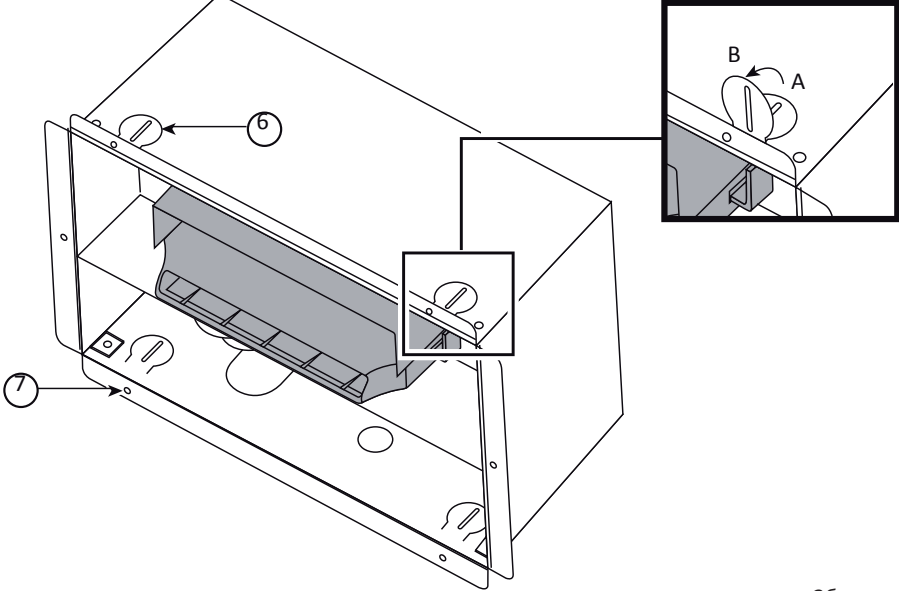

Рис. 5
- Place the steam blower in the hole and secure it by bending the securing tab (Fig. 5) and fastening the 6 screws supplied;
- Установить агрегат в нишу и закрепить его. Для этого следует загнуть лепестки фиксаторов (рис. 5) и ввернуть 6 винтов (входят в комплект);